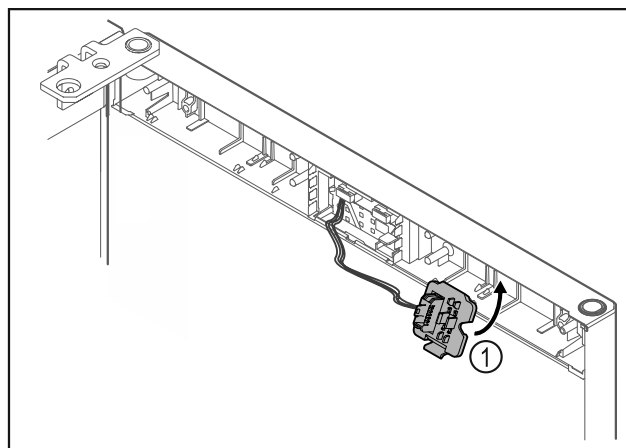

Fig. 17
- Fixați în poziție suportul fișei Fig. 17 (1) pe partea opusă.